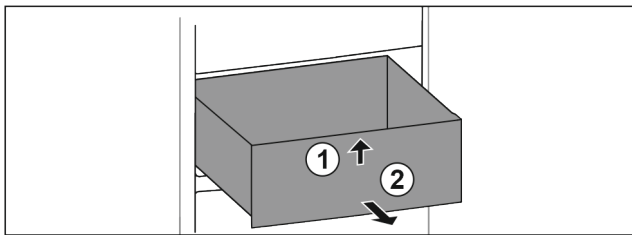

Fig. 134
- Emelje meg a fiók elejét. Fig. 134 (1)
- Vegye ki a fiókot előre felé. Fig. 134 (2)